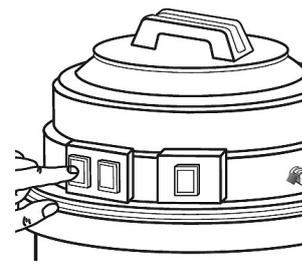

Fig.7: Interruptor de ENCENDIDO / APAGADO
Paso 6: Inserte el enchufe en el enchufe y encienda el dispositivo en el interruptor rojo A (fig.7).